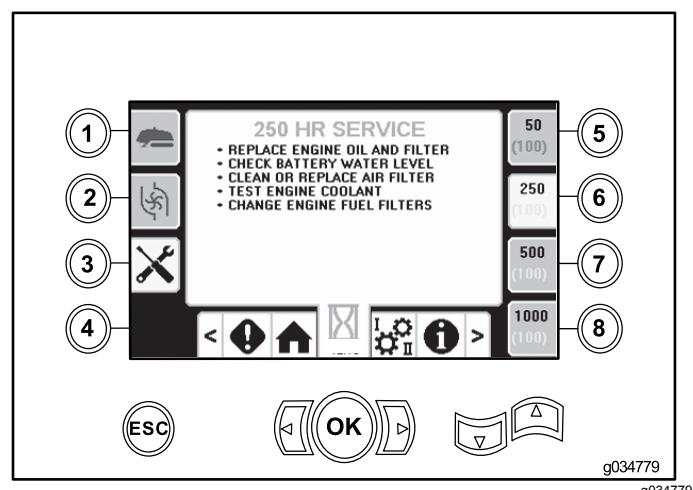

Bild 52
- Taste 6: 250 Stunden (**Bild 52**)